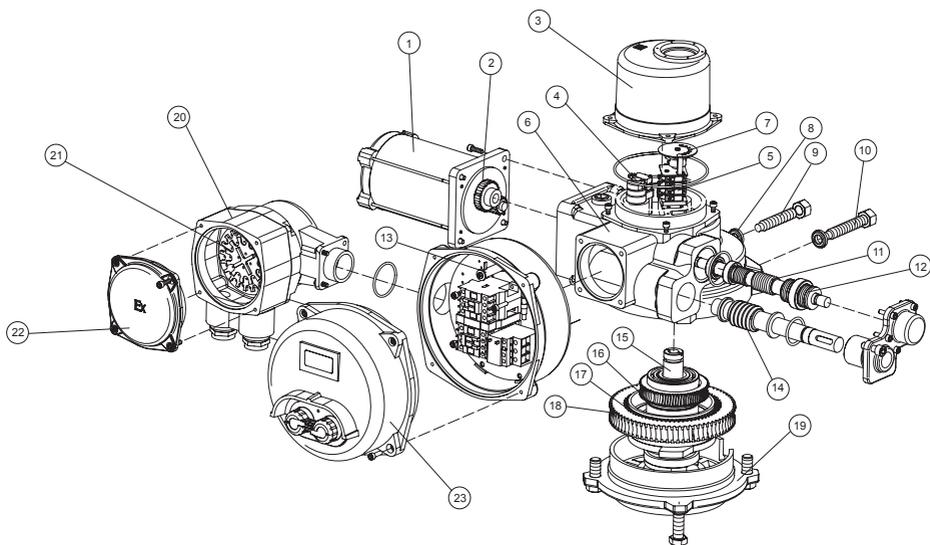
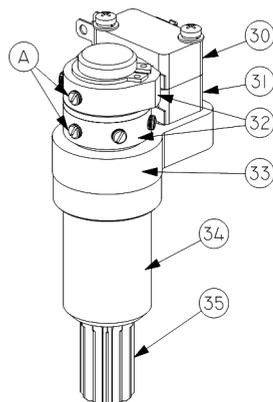
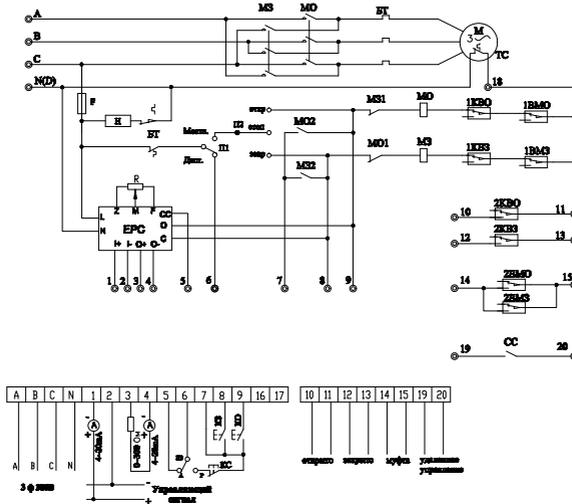

Рис.1 Электропривод ГЗ-ОФВ КСК
Рис.3 Двухсторонняя муфта ограничения крутящего момента
Рис.4 Принципиальная электрическая схема подключения электропривода ГЗ-ОФВ КСК
Электропривод состоит из следующих узлов и деталей (рис. 1): электродвигателя (1), взрывозащищенной клеммной коробки (20-22), силового редуктора, в состав которого входит: червячный редуктор (11,16), червячный редуктор маховика ручного дублера (14, 18) и автоматическая муфта сцепления с планетарной передачей (17), двухсторонней муфты ограничения крутящего момента (моментной муфты) (4), ограничителя хода выходного вала (5), индикатора положения затвора арматуры (7), выходного вала (15), механических упоров открытия и закрытия (9,10) и корпусных деталей.
При достижении предварительно установленной величины крутящего момента в положении ЗАКРЫТО или ОТКРЫТО, либо в случае аварийного заклинивания штока затвора арматуры в промежуточном положении, выходной вал (15) (рис.1) с червячным колесом (16) останавливается, а червячный вал (11), ввинчиваясь в венец червячного колеса (16), вследствие продолжающегося вращения ротора электродвигателя, начинает перемещаться в осевом направлении, сжимая тарельчатые пружины (12). Величина сжатия тарельчатых пружин определена настроенным крутящим моментом моментной муфты. Поступательное движение червячного вала (11) приводит к вращению вала моментной муфты (34) (рис.3). Кулачки (32), расположенные на валу моментной муфты, нажимают кнопки муфтовых микровыключателей (30, 31), размыкая цепь управления питанием электродвигателя электропривода.
Механические упоры (9,10) (рис. 1) применяются для первоначальной настройки конечных положений затвора арматуры ОТКРЫТО и ЗАКРЫТО при ручном управлении. Они также являются аварийной защитой, в случае отказа конечных и муфтовых микровыключателей, электродвигатель отключится блоком тепловой защиты БТ (рис. 4).
3. ЭЛЕКТРИЧЕСКАЯ СХЕМА УПРАВЛЕНИЯ (рис.4)
Для управления электроприводом ГЗ-ОФВ КСК применяется электрическая схема, приведенная на рис.4. При достижении затвором арматуры конечных положений ОТКРЫТО или ЗАКРЫТО, срабатывают концевые микровыключатели 1КВО или 1КВЗ, отключая питание электродвигателя. При превышении установленного крутящего момента при открытии или закрытии затвора арматуры, срабатывают муфтовые микровыключатели 1ВМО и 1ВМЗ, отключая питание электродвигателя. Муфтовые микровыключатели 1ВМО и 1ВМЗ после срабатывания возвращаются в первоначальное положение при вращении вала в обратную сторону.